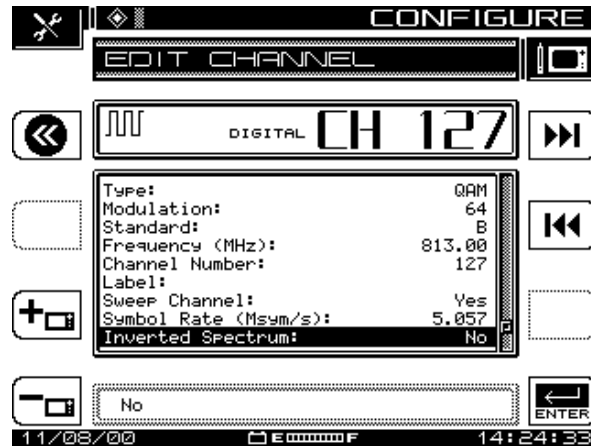

Fig. 3–11 Bildschirm KANAL BEARBEITEN (Spektralumkehrung)
6. Wenn die Voreinstellung für die Spektralumkehrung falsch ist, mit der Pfeiltaste „Inverted Spectrum“ (Spektralumkehrung) markieren und die Eingabetaste drücken, um die Auswahl zu bearbeiten. Mit der Abwärtspfeiltaste die andere Option wählen und die Eingabetaste drücken (siehe Abbildung 3–11).